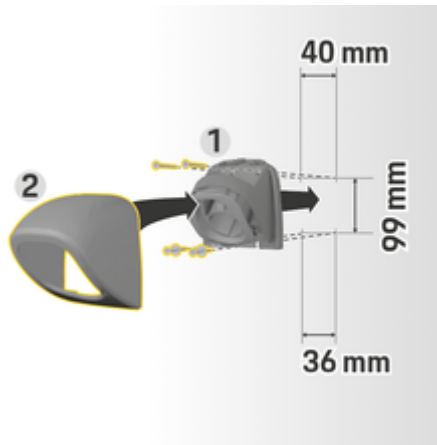

图 272 钻孔尺寸
1. 将接头固定器 1 (图 272) 从盖子 2 (图 272) 上拆下。
4. 将接头固定器 1 (图 272) 拧到墙壁上。
5. 将盖子 2 (图 272) 从下方安装到接头固定器 1 (图 272) 上, 并且向上推。